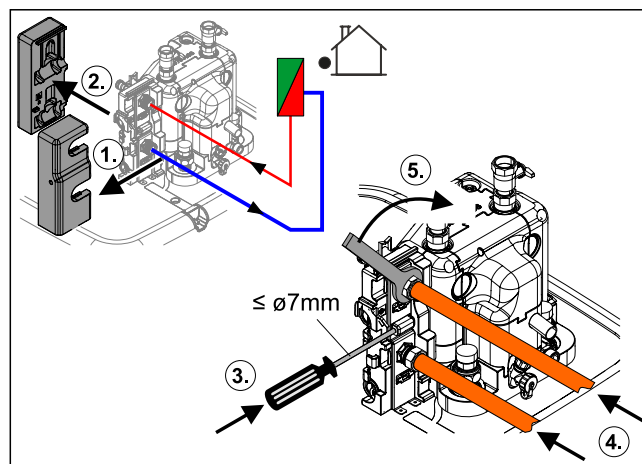

Fig. 3-29 Procéder au branchement hydraulique de la pompe extérieure
- La position et la dimension des raccords de chauffage ainsi que des raccords de la pompe extérieure sont disponibles à la Fig. 3-1 à Fig. 3-4 et dans le Tab. 2-1. Dans ce cadre, les détails du raccord hydraulique de la pompe intérieure d'arrivée et d'évacuation d'eau sont disponibles à la Fig. 3-29.